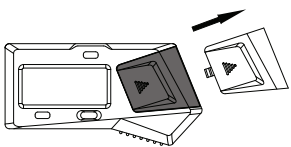

Abb.1
- Entfernen Sie die Batterieabdeckung (Abb.1)